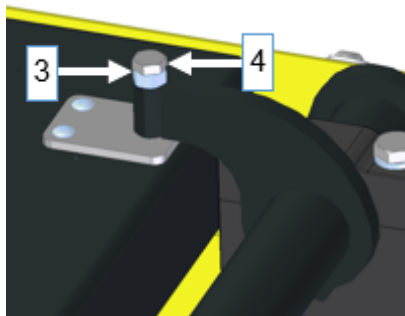

Figura 8
- Soltar las contratuercas (véase Figura 8). Después se atornillan los tornillos hasta que la junta de la tapa se apoye en todo el depósito.